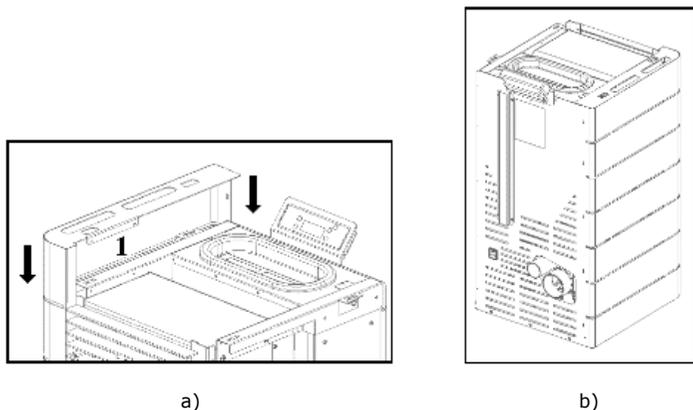

Figura 22 – Fissaggio laterale dei mantelli
c) Quindi, incastrare il mantello laterale in senso discendente; durante il montaggio del mantello, accertarsi che il lembo presente sulla parte superiore della stessa (1) risulti sovrapposto alla struttura e che al tempo stesso, sulla parte posteriore dell'apparecchio, il mantello resti all'esterno di esso, come illustrato nella figura 22-b.